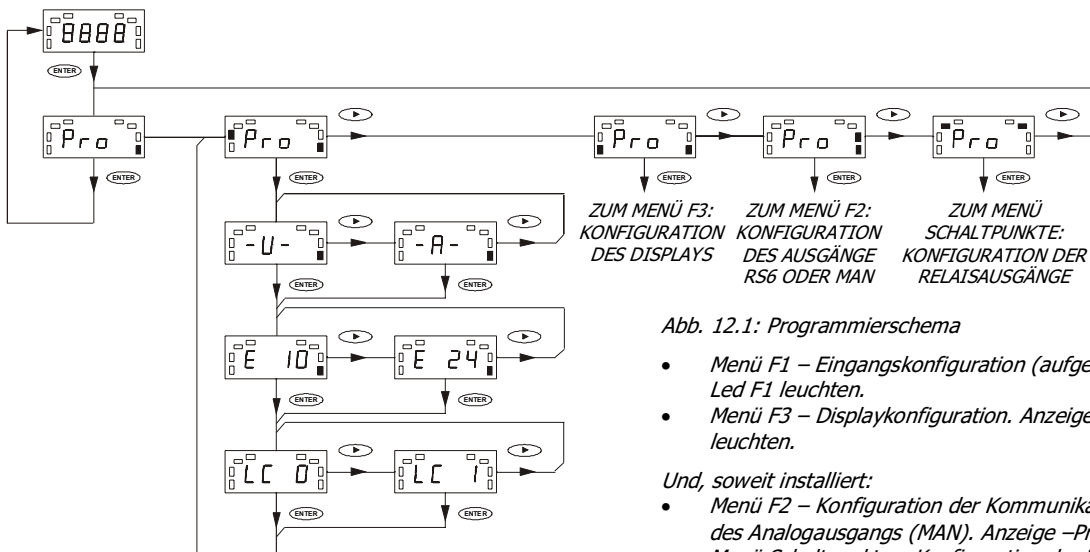

Abb. 12.1: Programmierschema
2. / Abb. 12.1 zeigt das Schema zur Programmierung mit dem Menü F1 zur Eingangskonfiguration (aufgeklappt). Die zu konfigurierenden Parameter sind: Eingangsart (-U-) für Umformer mit Spannungsausgang oder (-A-) für Umformer mit Stromausgang; die Speisespannung (10V oder 24V), die das Gerät liefern muß, um den Umformer im Notfall zu versorgen, und das Sperren der Funktionen Tara und Reset von Tara. Anschließend wird die Konfiguration dieser Parameter genauer Schritt für Schritt erklärt.